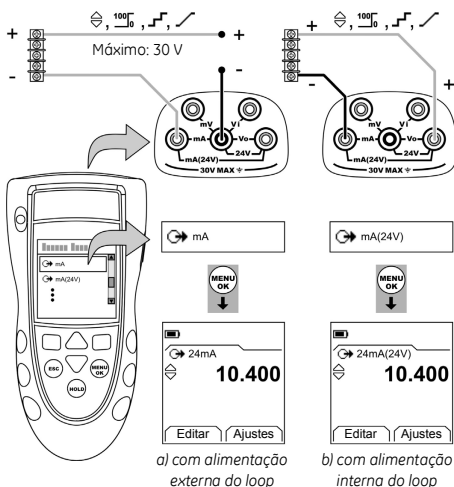

Figura 3: Exemplo de configuração – Alimentar em mA
1. Conecte o instrumento (Figura 3) e, se necessário, ajuste o *Conf.* (Tabela 1).